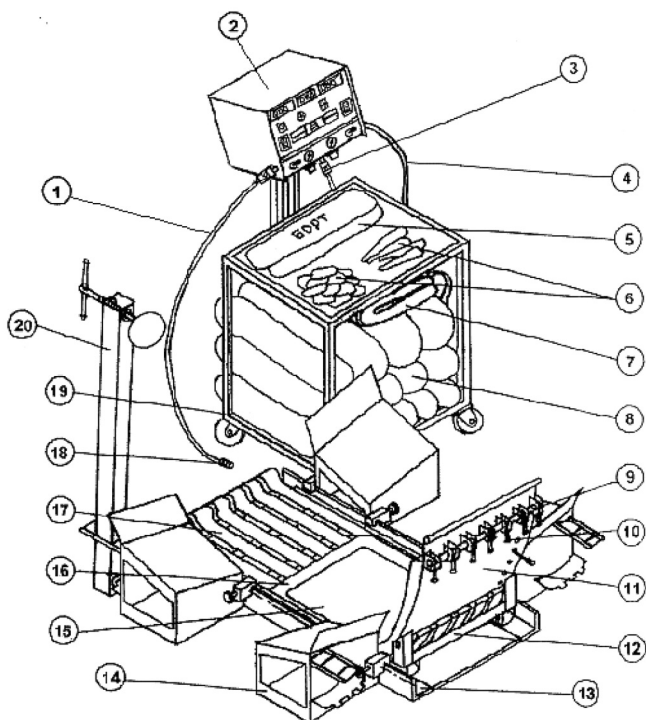

рис. 1
- Собрать вулканизатор согласно Рис.1